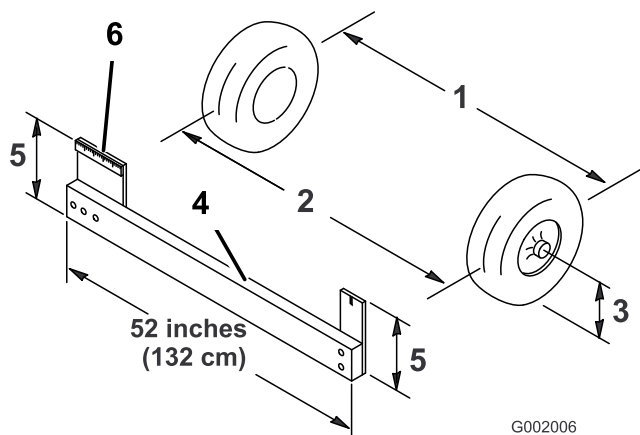

Figure 33
4. Mesurez la distance entre les roues avant à hauteur d'essieu, à l'avant et à l'arrière des roues (Figure 33).
**Remarque:** Un gabarit ou un compas à verges est nécessaire pour mesurer l'arrière des roues avant à hauteur d'essieu. Utilisez le même gabarit ou outil pour mesurer précisément l'avant des roues avant à hauteur d'essieu (Figure 33).